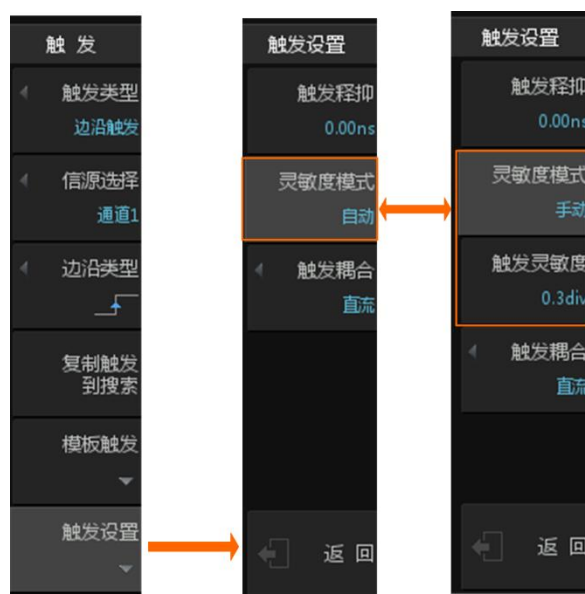

图 10.20 触发灵敏度设置
(1) 触发灵敏度界面：
- 【灵敏度模式】分为“自动”和“手动”，如果是“手动”触发灵敏度则需要配置触发灵敏度大小，具体有 0~1.5div，步进为 0.1div，不同幅度的波形需要设置不一样的灵敏度，幅度越小要设置的灵敏度值就越小，相关菜单如图 10.20 所示。用户可配置触发灵敏度的大小为相对每格电压的比例，例如 0.3div 即 1 格电压的 30%。